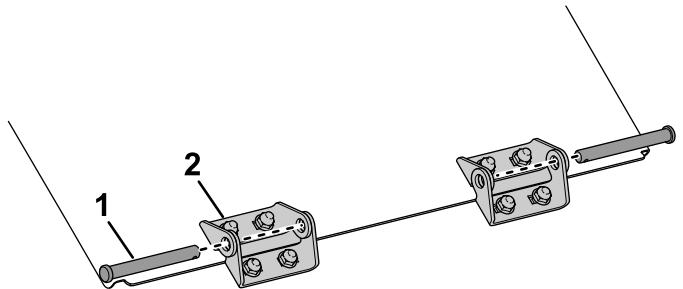
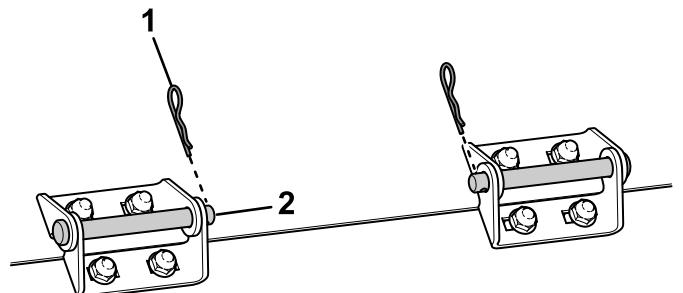

Figura 8
Figura 9
7. Instale a porta da tremonha na máquina ligando os 2 lados da dobradiça com o pino da dobradiça, como se mostra na Figura 8 e na Figura 9.